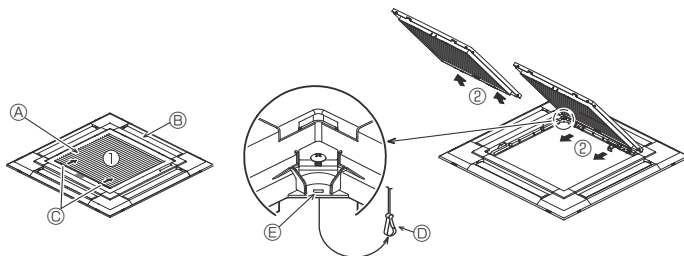
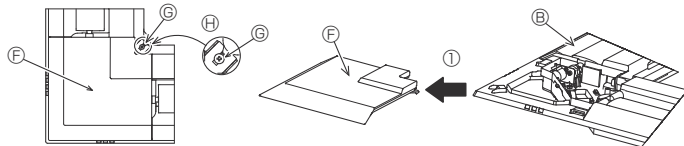

Fig. 9-3
Fig. 9-4
9.2.1. Retrait de la grille d'admission (Fig. 9-3)
- Pour ouvrir la grille d'admission, faire glisser les leviers dans le sens indiqué par la flèche ①.
- Lorsque la grille se trouve en position "ouverte", retirer la charnière de la grille d'admission comme indiqué par la flèche ②.
9.2.2. Retrait du panneau en coin (Fig. 9-4)
- Dévissez les 4 vis de coin. Pour retirer le panneau, faites-le glisser dans le sens indiqué par la flèche ①.
[Fig. 9-3] [Fig. 9-4]